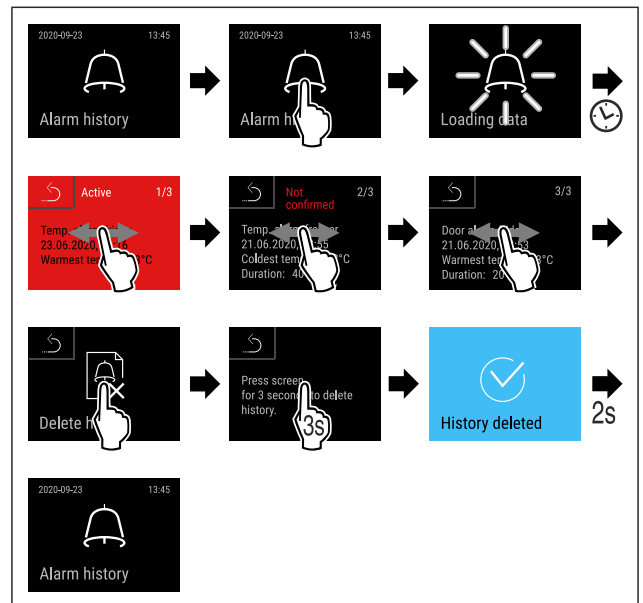

Fig. 166
- ▶ Εκτελέστε τα βήματα ενεργειών (βλέπε Fig. 166).